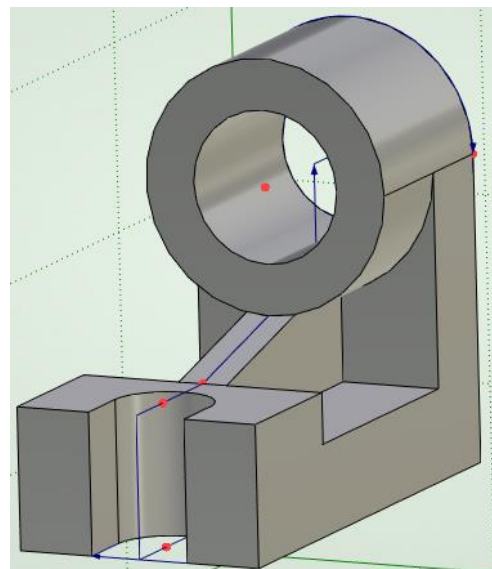

Рисунок 3.16 – Готовая деталь
9) С помощью операции «Булева» вычтите полученное тело из предыдущего (рисунок 3.16).